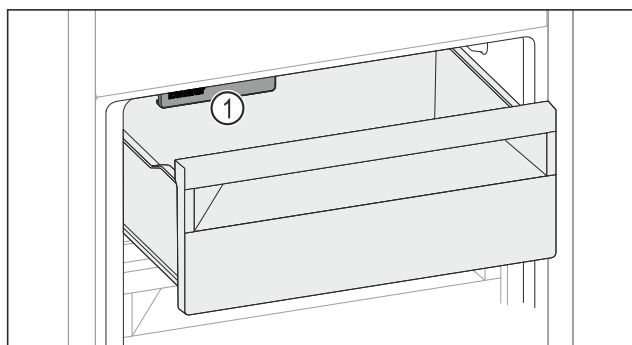

Fig. 49
- ▶ Luați în considerare IceMaker Fig. 49 (1).